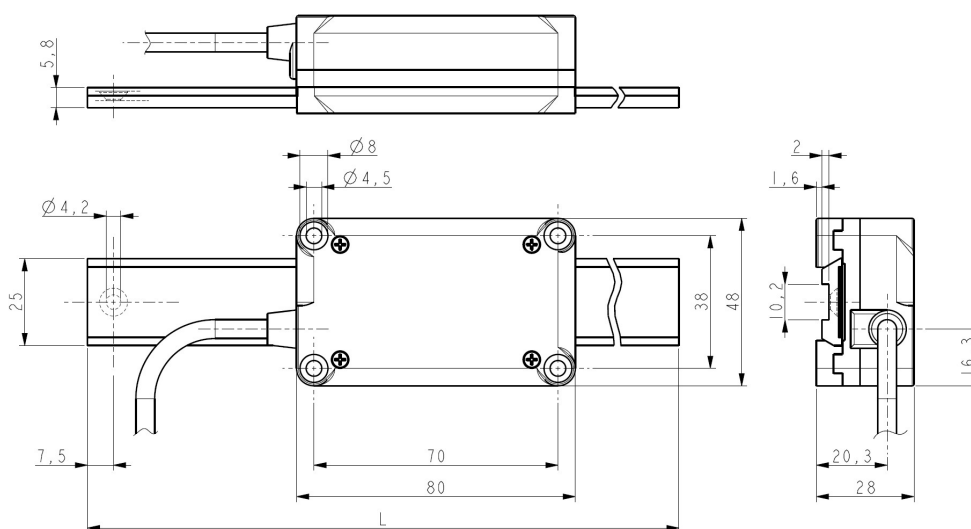

Figura 1
3.1 Dimensioni di ingombro (Figura 1)
3.5 Lunghezza della corsa (Figura 1)
La **lunghezza massima della banda magnetica L** è compresa tra 195 mm e 650 mm (per maggiori informazioni riferirsi al codice di ordinazione nel datasheet del prodotto). Poiché l'area del sensore deve essere sempre compresa entro i limiti della banda magnetica, la lunghezza massima della corsa utile risulterà dalla lunghezza massima della banda magnetica sottratta della lunghezza del sensore (si veda la Figura 1) = $L - 80 \text{ mm}$ (115 mm ÷ 570 mm).